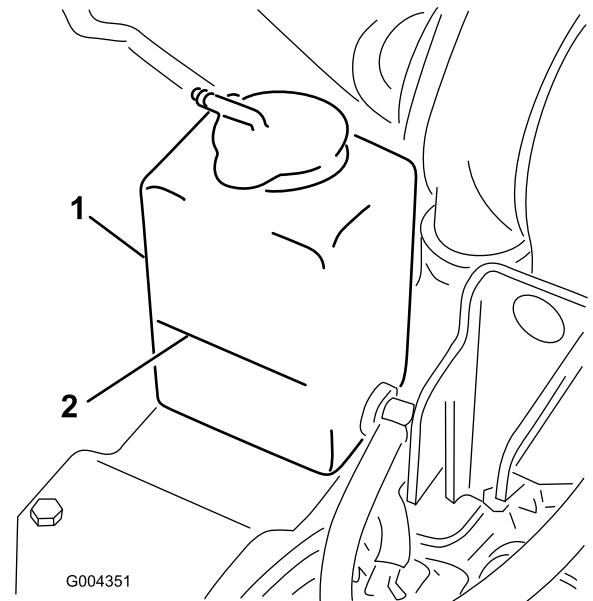

Рисунок 50
3. Проверьте уровень охлаждающей жидкости в расширительном бачке (Рисунок 50).
- I. Добавляйте охлаждающую жидкость в расширительный бачок до тех пор, пока ее уровень не дойдет до линии Full на стенке бачка (Рисунок 50).